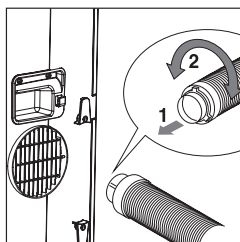

Fig. 1.
Étape 1: Reliez le tuyau d'évacuation d'air au logement situé à l'arrière de l'appareil (fig. 1).